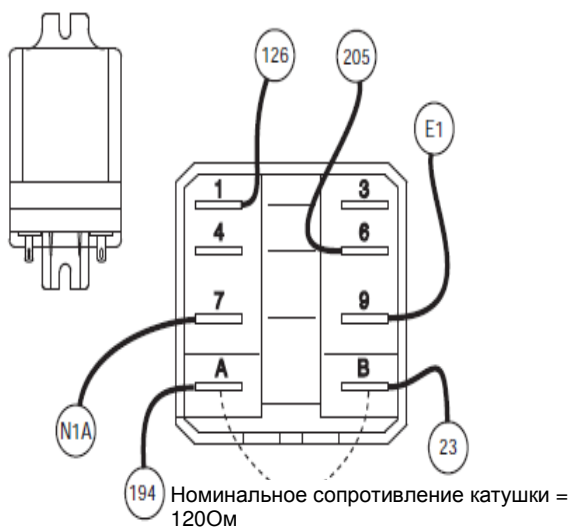

Рисунок 3. Точки тестирования реле переключения
1. Смотреть рисунок 3. Для предотвращения взаимодействия отсоединить все провода от реле переключения.